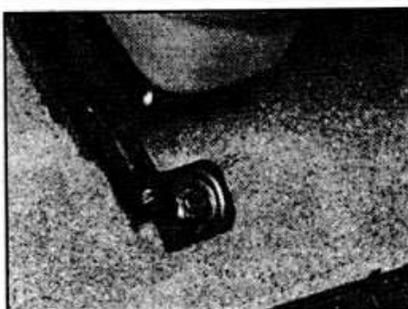

Рис. 11.61. Расположение переднего болта крепления переднего сидения.
- Сдвиньте переднее сидение до упора назад, отвинтите болты крепления передней части сидения и снимите сидение (см. рис. 11.61).